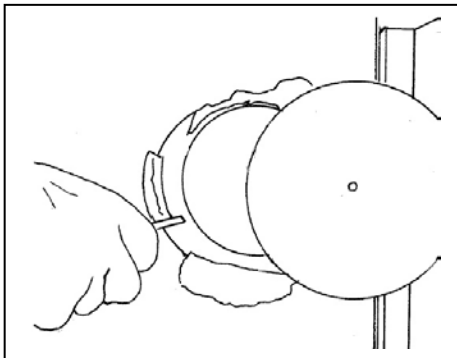

Bild 9
- Blinddeckel vom Innenkasten entfernen: Alufolie aufreißen, 3 Schrauben ca. 1 Umdrehung lockern, Deckel nach rechts drehen und abheben (Bild 9).